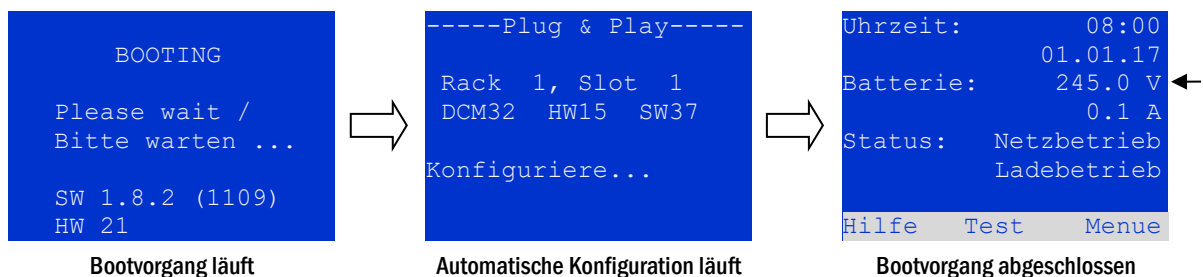

Abb. 16: Bootvorgang (links, Mitte) und Statusanzeige (rechts)
5. Bootvorgang abwarten. Nach Einschalten des Systems ertönt ein akustisches Signal und die Systemsteuerung fährt hoch (sog. Bootvorgang). Dieser Vorgang kann mehrere Minuten dauern. Während des Bootvorgangs bzw. danach sollte die Anzeige im LCD-Display (siehe Abb. 16) wie folgt aussehen:
6. Batteriespannung überprüfen. Überprüfen Sie die Batteriespannung anhand der Statusanzeige im LCD-Display. Sie sollte zwischen 192V und 250V betragen (Abb. 16, rechtes Bild, Pfeil).
7. Betriebsartenwahlschalter auf „Betriebsbereit“. Schalten Sie den Betriebsartenwahlschalter (1) auf „Betriebsbereit“ (Position „1“). Hierdurch werden die Stromkreise eingeschaltet (Werkseinstellung: Dauerschaltung).